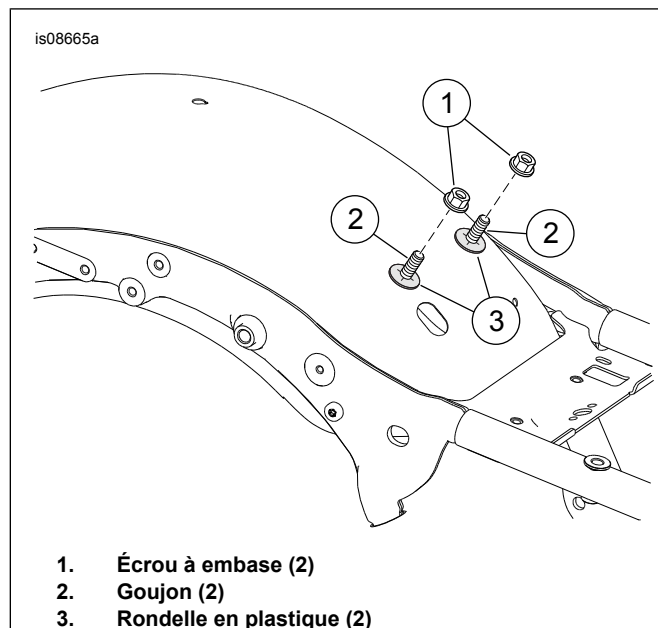

Figure 2. Matériel de montage
3. Consultez Figure 2 . Retirer les écrous (1). Laisser les rondelles (3) et les goujons (2) en place.
5. Figure 2 Placer la base de montage au-dessus des goujons (2) et des rondelles en plastique (3).